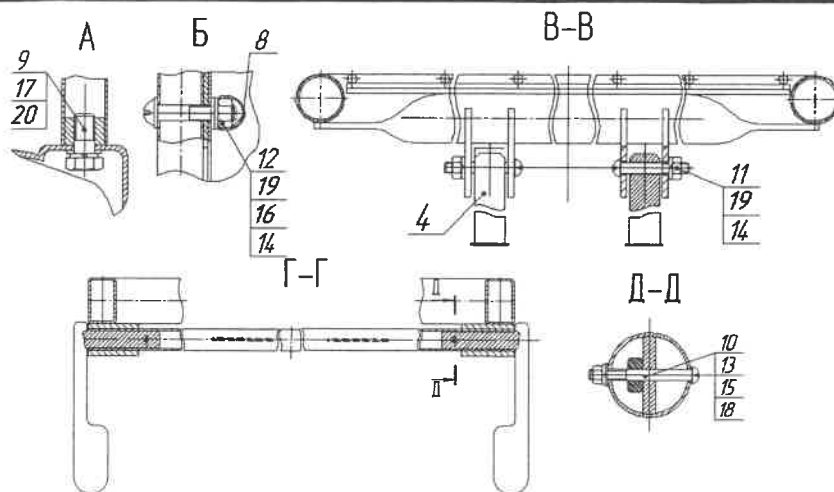

Рисунок 3.2
4.2 При комплектации колесными опорами на ножки каждой спинки поз. 1 установите колесные опоры поз. 2 и поз. 7 с помощью болтов поз. 9 и шайб поз. 17 и поз. 20. (см. А, рисунок 3.2).
4.3 Раму поз. 3 и спинки поз. 1 соедините между собой при помощи винтов поз.12, гаек поз. 14 и шайб поз. 16 и 19 (см. Б, рисунок 3.2).
- затвор поз. 6 вставьте во втулки на раме поз. 3. Установите ручки в сборе поз. 4 в затвор поз. 6 с двух сторон и закрепите винтами поз. 10, шайбами поз. 15 и 18, гайками поз. 13 (см. Г-Г и Д-Д рисунок 3.2),
- стойки поз. 5 проденьте в ушки на затворе поз. 6 и закрепите на перемычке в подголовнике с помощью винтов поз. 11, шайб поз. 19 и гаек поз. 14 (см. В-В рисунок 3.2).